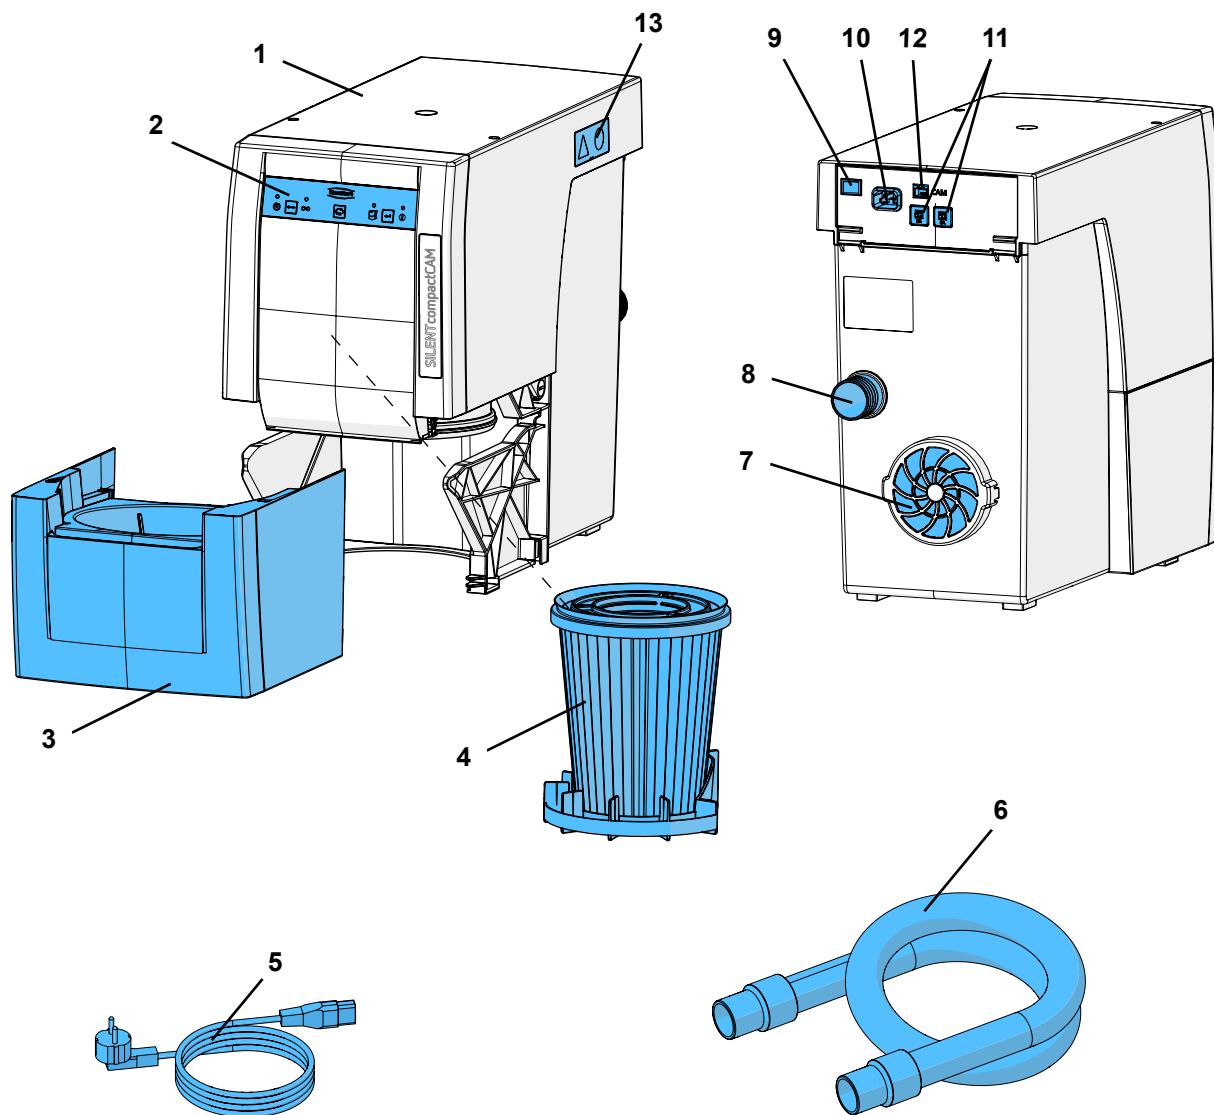

Fig. 1
- Orificiul de evacuare (7, fig. 1) să nu fie blocat.
- O deschidere în partea din spate a dulapului, de minimum 250 x 120 mm, în corespondență cu de ieșirea aerului de evacuare (7, Fig. 1).
⇒ Conectați cablul de alimentare (5, Fig. 1) la sursa de alimentare (10).
⇒ Introduceți furtunul de aspirație (6, fig. 1) în orificiul de aspirație (8).